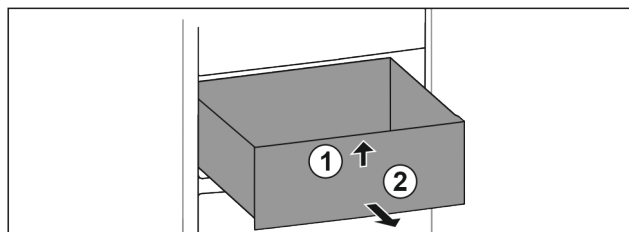

Fig. 56
► Nadzvedněte zásuvku vpředu. Fig. 56 (1)
► Vyjměte zásuvku dopředu. Fig. 56 (2)